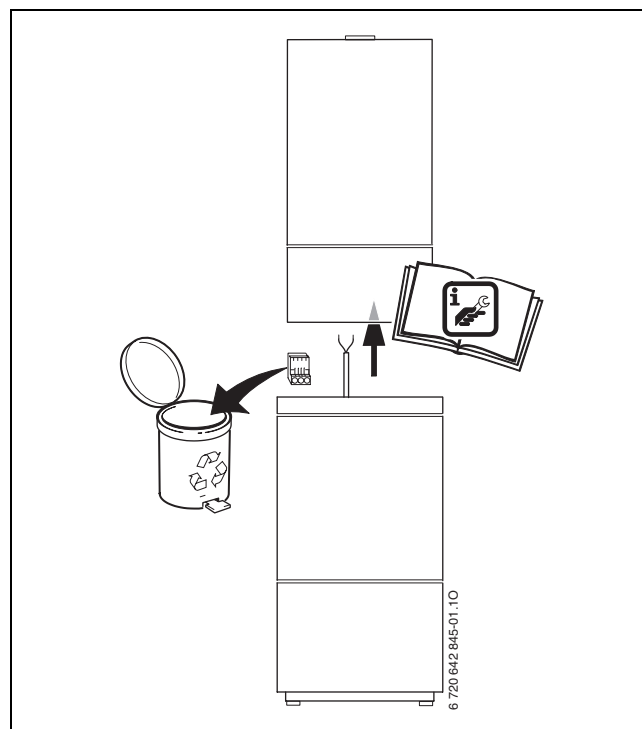

Fig. 6
- ▶ Retirer la fiche de raccordement de la sonde de température du préparateur (→ figure 6).